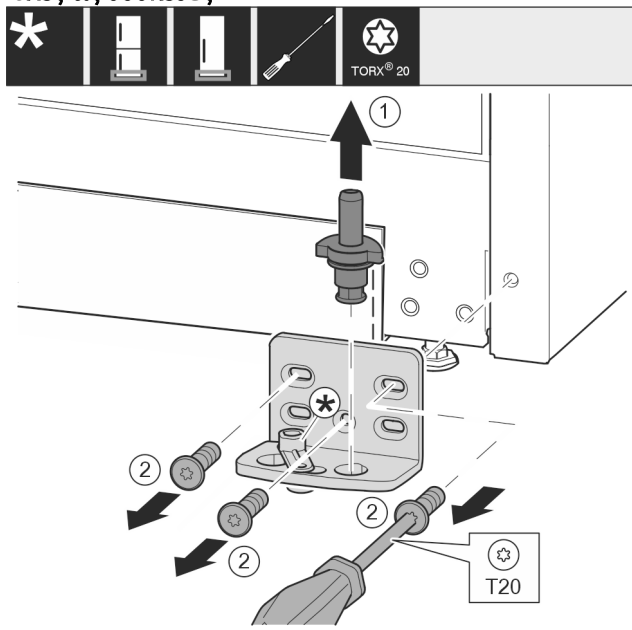

Fig. 9
- ▶ Τραβήξτε έξω ολόκληρο τον πείρο προς τα επάνω. Fig. 9 (1)
- ▶ Ξεβιδώστε τις βίδες με κατσαβίδι T20 και αφαιρέστε το στήριγμα. Fig. 9 (2)